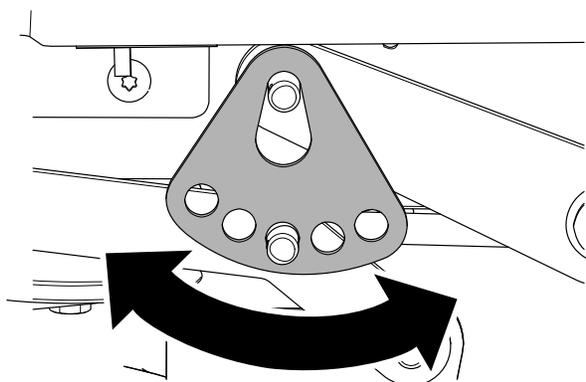

図 74
7. 刈高プレートを取り付けた時にプレートがデッキの重量を支えるように、プレート別の穴にセットする 図 74。
8. ワッシャとヘアピンコッターを取り付ける 図 74。